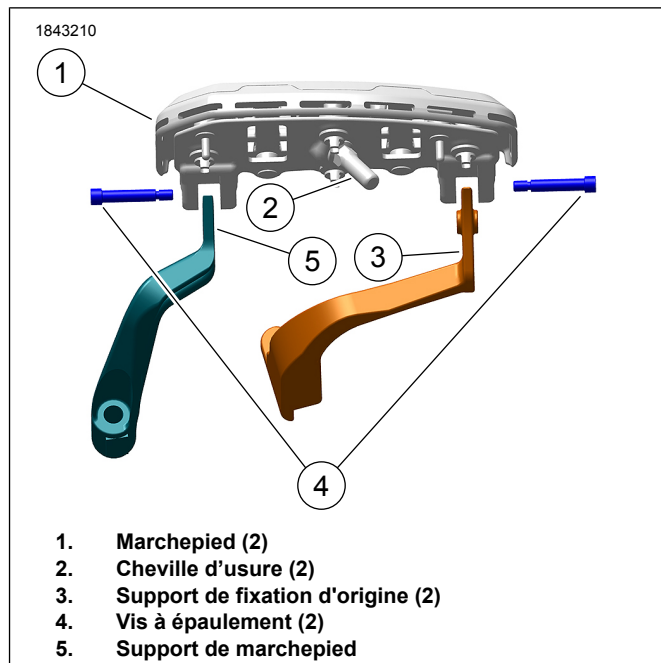

Figure 3. Ensemble marchepied
1. Voir la figure 3. Retirer la cheville d'usure existante (1) du marchepied.
2. Appliquer 2 ou 3 gouttes de frein-filet sur les filets de la **nouvelle** cheville d'usure (1) et l'installer.